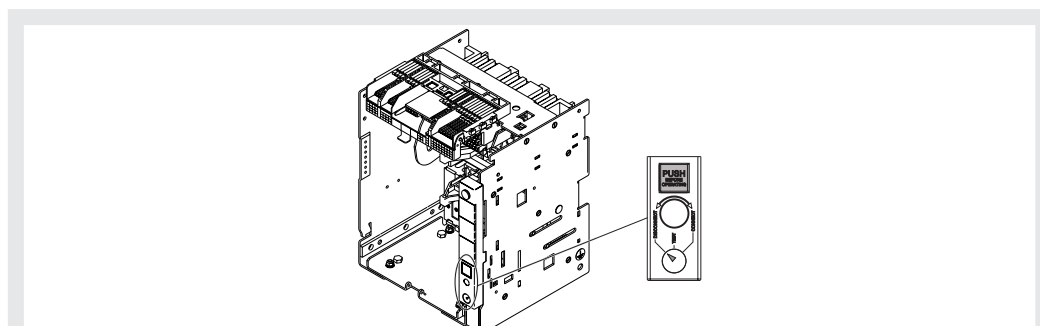

Figura 30
2. Verificare che il segnalatore sulla parte fissa indichi la posizione **DISCONNECT**. Vedi Figura 30.